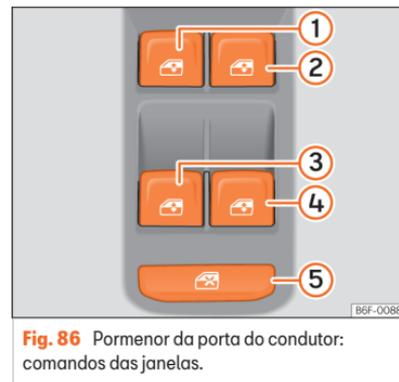

Fig. 86 Pormenor da porta do condutor: comandos das janelas.
Com o interruptor de segurança **» »** **Fig. 86** ⑤ da porta do condutor é possível desativar os botões de acionamento das janelas das portas traseiras.